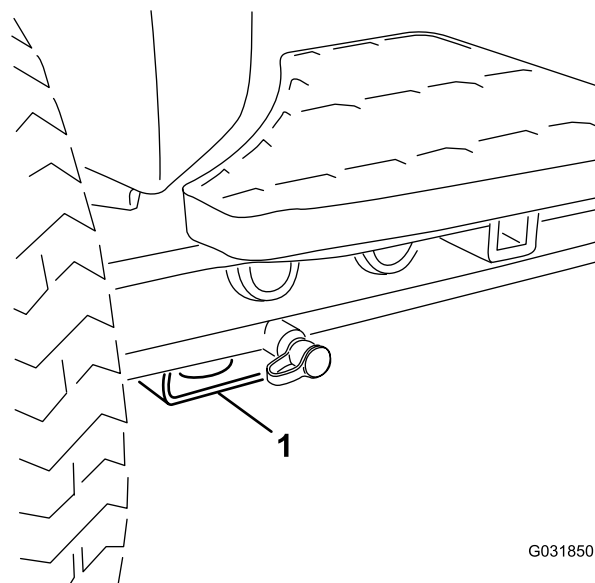

Figura 44
- Delantero – bloque rectangular, debajo del tubo del eje, al interior de cada rueda delantera (Figura 44).